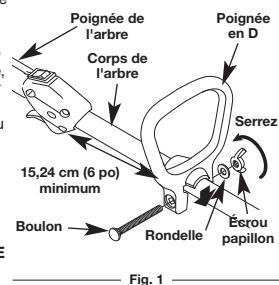

Fig. 1
- Poussez la poignée en D vers le bas sur le logement de l'arbre de sorte que le trou carré boulon dans la poignée est à la droite (Fig. 1).
- Insérez le boulon à épaulement dans le trou carré de la poignée et enfoncez-le complètement. Sur le côté gauche de la poignée, placez la rondelle sur ce boulon, puis vissez l'écrou papillon sur le boulon. Ne serrez pas avant de régler le guidon (Fig. 1).